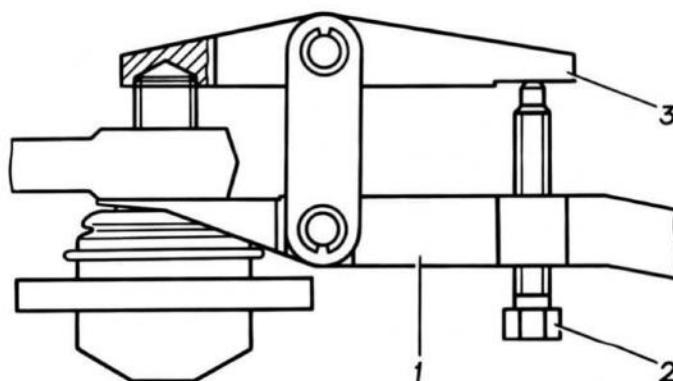

Рис. 4.14. Съемник шаровых пальцев подвески: 1 и 3 - рычаги; 2 - болт
- выпрессовать палец шарнира съемником (рис. 4.14), вращая болт 2;
- выпрессовать палец шарнира из конического отверстия поворотного рычага стойки съемником (см. рис. 4.14), вращая болт 2;
- выпрессовать пальцы шарниров боковых тяг из конических отверстий поворотных рычагов стоек съемником (см. рис. 4.14), вращая болт 2;
- отвернуть гайки крепления пальцев шаровых шарниров нижних рычагов. Съёмником (см. рис. 4.14) выпрессовать пальцы шарниров из конических отверстий рычагов;